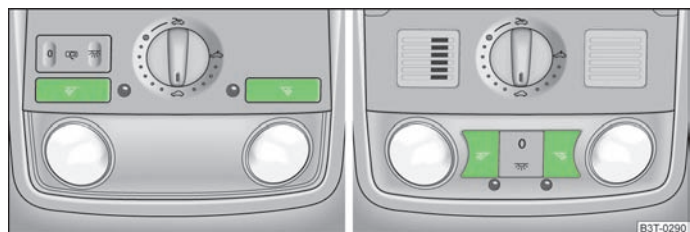

Fig. 40 Lămpile pentru citit
- Apăsăți întrerupătoarele ☞ » fig. 40, pentru a porni sau opri lămpile de lectură.